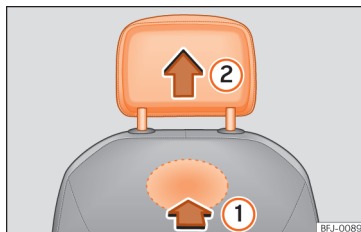

Fig. 99 Apoyacabezas delantero: desmontaje.
- Para desbloquearlo, busque el rebaje situado en la parte posterior del respaldo por la zona marcada y presione en el sentido de la flecha » » fig. 99 ①.
- Extraiga el apoyacabezas en el sentido de la flecha ②.